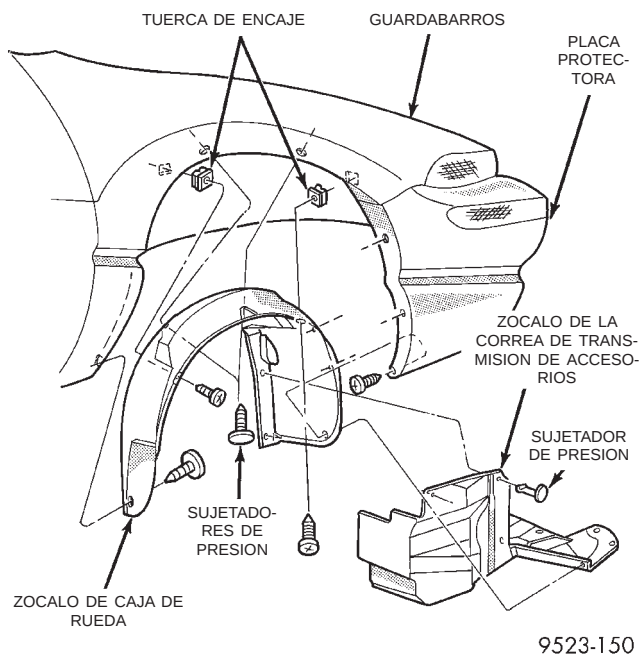

Fig. 51 Zócalo interno derecho
(2) Eleve el vehículo sobre un elevador y retire el zócalo interno derecho (Fig. 51).
(1) Desconecte el cable negativo del terminal de puente auxiliar
(2) Retire las correas de transmisión de accesorios. Para informarse sobre el procedimiento, consulte el grupo 7, Sistema de refrigeración.
(3) Eleve el vehículo sobre un elevador y retire el zócalo interno derecho (Fig. 51).
(4) Retire el amortiguador de vibraciones del cigüeñal. Para informarse del desmontaje, consulte el procedimiento en esta sección.
(5) Baje el vehículo y coloque un gato debajo del motor.
(6) Retire el soporte derecho del motor. Consulte el procedimiento en esta sección.